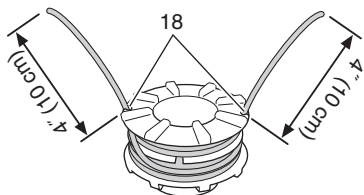

Fig. 23
(4) Poussez chaque fil dans les trous d'arrêt (18) en laissant des bouts libres d'environ 4" (10 cm). (Fig. 23)